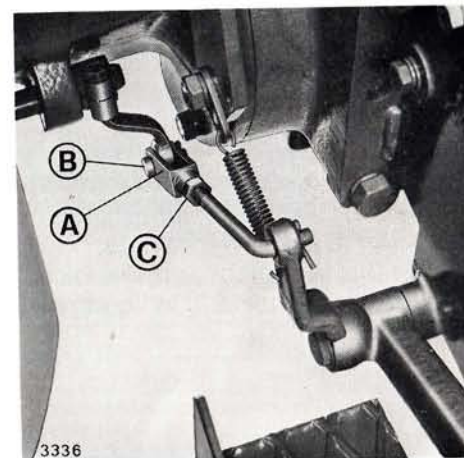

Fig. 36 - Réglage des freins de service
- Détacher la chape **A** (fig. 36) du levier, en ôtant la cheville **B**.